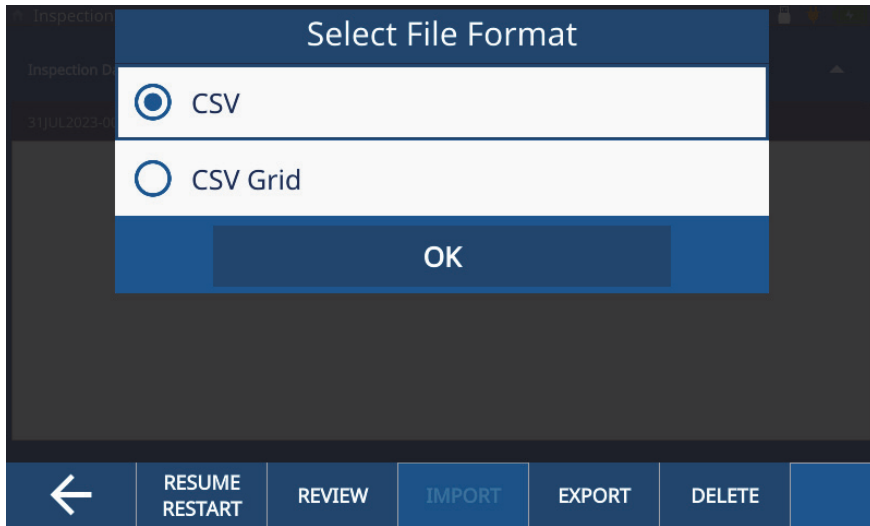

图 7-9 选择文件格式窗口
5. 从弹出窗口中选择想要的文件格式（**CSV**或**CSV Grid**），然后点击**OK**（确定）（参见第71页的图 7-9）。